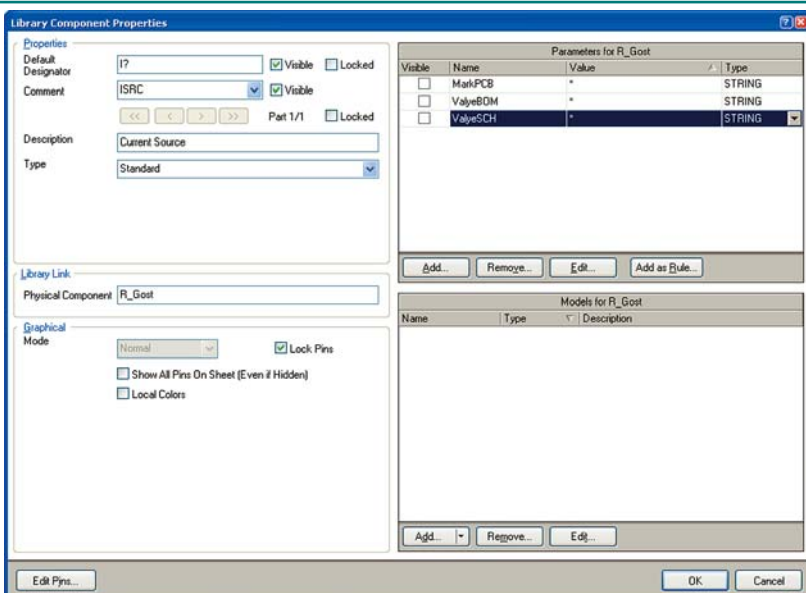

Рис. 3. Вид окна Library Component Property
2. Создание нового (удаление) компонента (TU0103 Creating Library Components) (рис. 3)